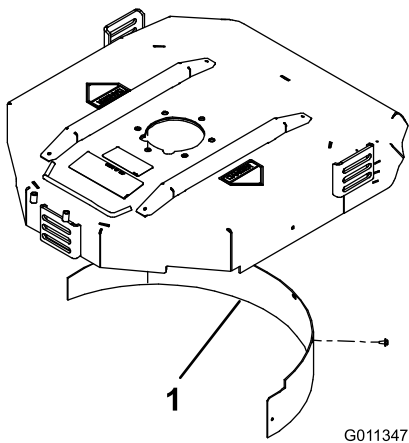

Figura 7
- Instale o abafador de mulch na abertura traseira e fixe-o com 5 parafusos com cabeça flangeada (Figura 7).